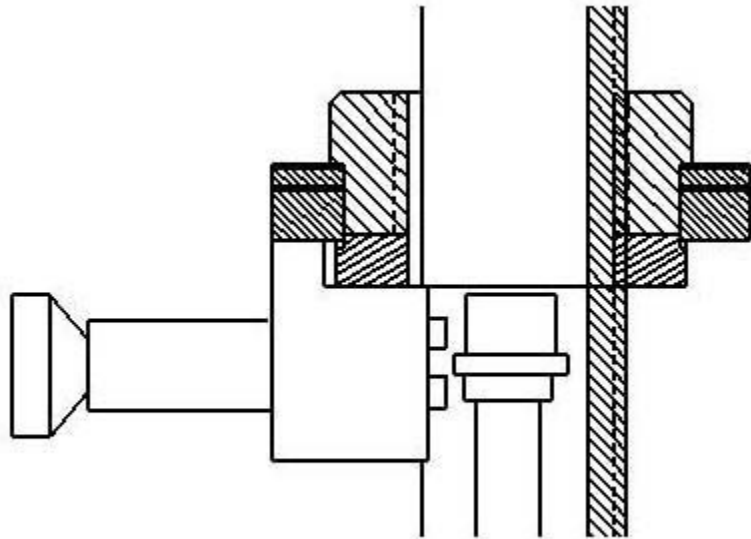

Abbildung 2. Schieber (entriegelt)
5. Ziehen Sie den SCHIEBER durch Herausziehen des KNOPFS in die FREIE STELLUNG. (Siehe **Abbildung 2**.)
7. Ziehen Sie den SCHIEBER in die FREIE STELLUNG. (Siehe **Abbildung 2.**) Drehen Sie die SPINDELMUTTER soweit hoch, bis die SONDE freiliegt. Öffnen Sie die HALTEFALLE, und nehmen Sie das Easy Tool-Einbauwerkzeug von ABDICHTUNGSKÖRPER ab.
7. Ziehen Sie den SCHIEBER in die FREIE STELLUNG. (Siehe **Abbildung 2.**) Drehen Sie die SPINDELMUTTER soweit hoch, bis die SONDE freiliegt. Öffnen Sie die HALTEFALLE, und nehmen Sie das Easy Tool-Einbauwerkzeug ab.